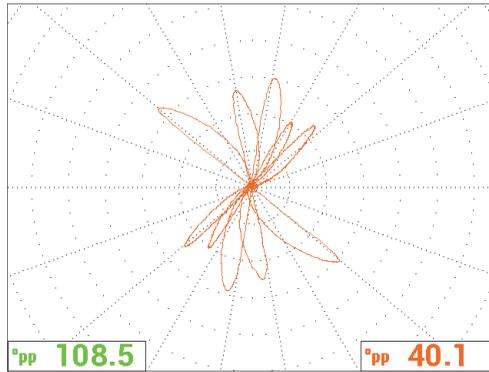

Figura 5-151 Visualización de la cuadrícula WEB
4. Pulse nuevamente la tecla de menú DISP (); después, ajuste el parámetro **GRID** (cuadrícula) [tecla de función D] a **WEB**; pulse la tecla FULL NEXT () para cambiar al modo de pantalla completa y, después, escanee el tubo. La cuadrícula **WEB** permite visualizar rápidamente el ángulo de la señal. Vea la Figura 5-151 en la página 253.